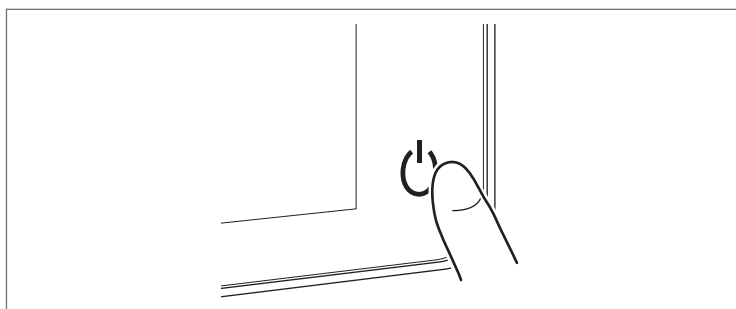

Рис. 4.2
3. Нажмите и удерживайте кнопку включения/дежурного режима в правом нижнем углу передней панели на 2 - 3 секунды (рис. 4.2).